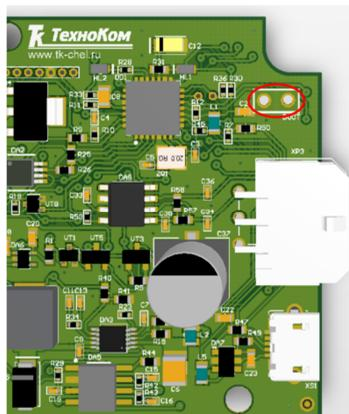

Рис. 8 – Расположение контактов BOOT.
- 4) Замкните контакты BOOT (см. рис. 8) и подключите TK-OBD2LOG к ПК с помощью стандартного кабеля USB AM – USB microB 5pin.